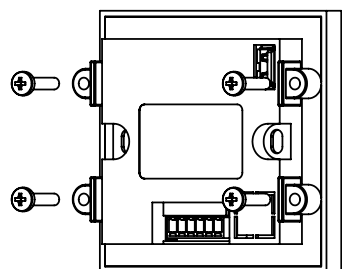

Рисунок 2 – Фіксування пульта кріпильними елементами
4. Закріпити пульт чотири гвинтами з комплекту постачання з достатнім, але не надмірним зусиллям (див. рисунок 2).